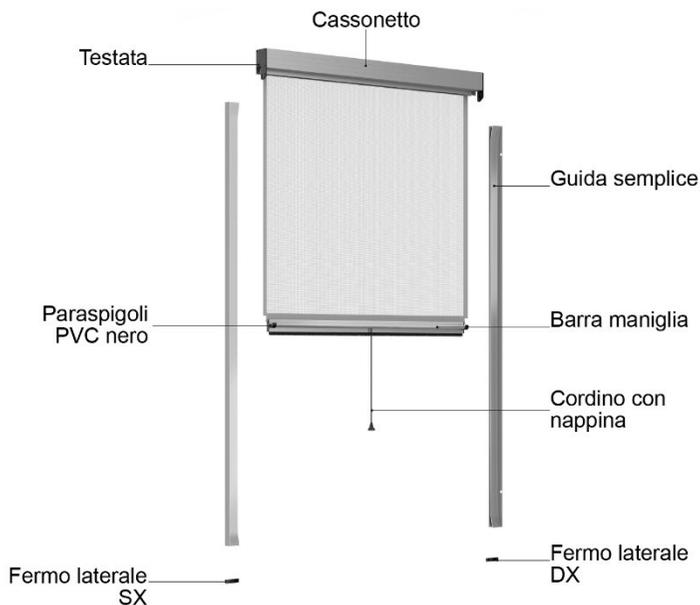

Figura 2
- Muniti degli utensili necessari al montaggio, livella, matita, cacciavite a croce, trapano e punta da muro, procedere al montaggio seguendo i suggerimenti indicati in figura 2 e figura 4.